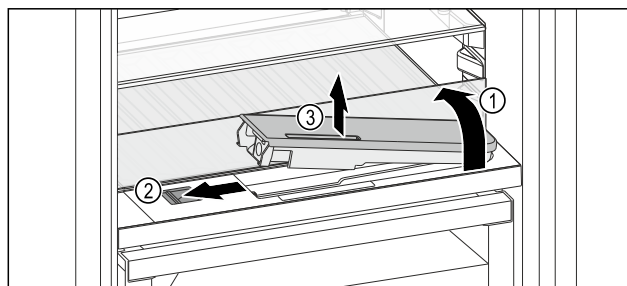

Fig. 122
- ▶ Skleněnou desku nadzvedněte a zaklapněte dozadu až na doraz Fig. 122 (1).
- ▶ Posuvník Fig. 122 (2) posuňte doleva.
- ▶ Vyjměte nádržku na vodu Fig. 122 (3).